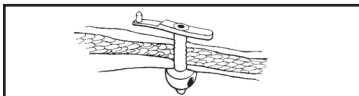

Figure 3
4. Vérification de la mise en place du bouton dans l'estomac avant de commencer l'alimentation (voir la Figure 3).